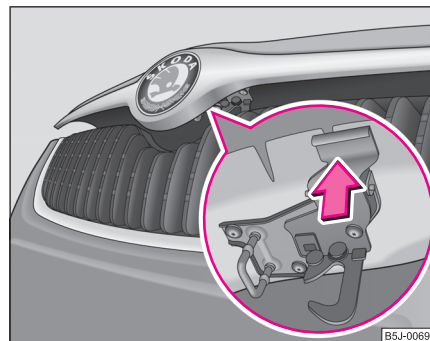

Fig. 154 Grilajul radiatorului: Siguranță
- Apăsăți siguranța ⇒ pagina 210, fig. 154 și capota motorului se deblochează.